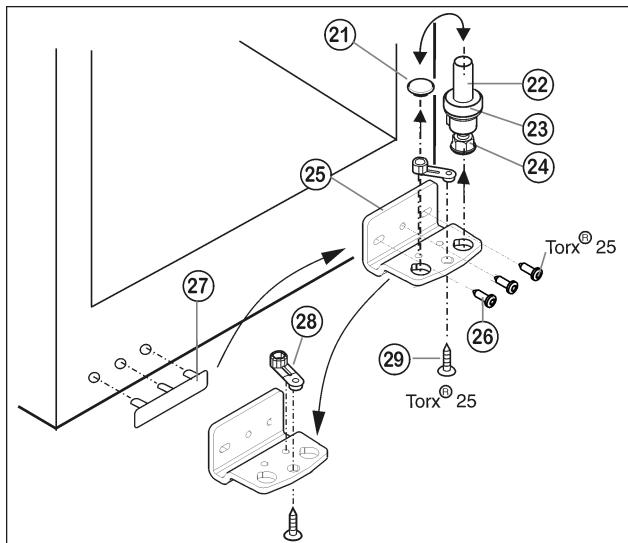

Fig. 5
- ▶ Trzpień zawiasu Fig. 5 (22) kompletny, z podkładką Fig. 5 (23) i nóżką Fig. 5 (24), wyciągnąć do góry.
- ▶ Unieść zatyczki Fig. 5 (21).
- ▶ Odkręcić Fig. 5 (25) płytę zawiasu Fig. 5 (26).
- ▶ Odkręcić element zawiasu Fig. 5 (28), przełożyć do przeciwnego otworu zawiasu i tam dokręcić.
- ▶ Zdjąć i przełożyć osłonkę po stronie uchwytu Fig. 5 (27) na przeciwną stronę.
- ▶ Przykręcić mocnopłytkę zawiasu Fig. 5 (25) na nowej stronie (**z siłą 4 Nm**), w razie potrzeby za pomocą wkrętarki akumulatorowej.
- ▶ Zatyczki Fig. 5 (21) ponownie włożyć do innego otworu.
- ▶ Trzpień zawiasu Fig. 5 (22) kompletny, z podkładką i nóżką włożyć ponownie. Przy tym zwrócić uwagę, by krzywka zatraskowa wskazywała do tyłu.
- ▶ Założyć drzwi od góry na dolny sworzeń zawiasu Fig. 5 (22).
- ▶ Korzystając ew. z obu podłużnych otworów w dolnej płytce zawiasu Fig. 5 (25) ustawić drzwi w jednej linii z obudową urządzenia. W tym celu wykręcić środkową śrubę.